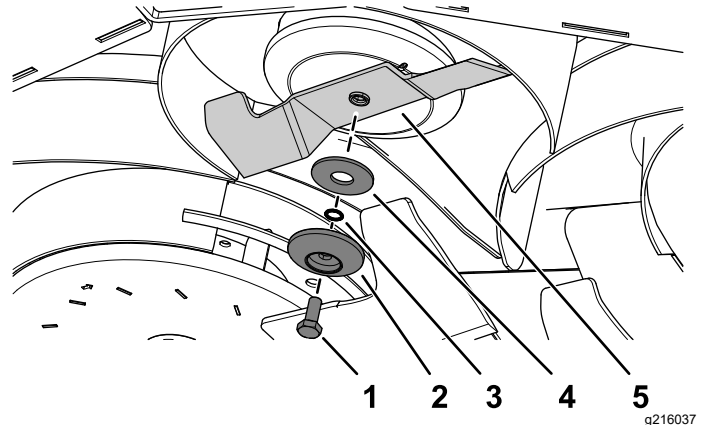

Bild 110
2. Befestigen Sie das Messer mit der vorher entfernten Messerschraube, dem Messerhalter, der gefederten Sicherungsscheibe und der Wellenscheibe (Bild 110).